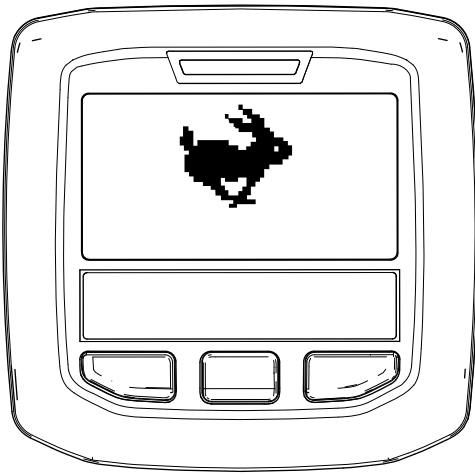

Figure 84
**Remarque:** L'InfoCenter affiche l'icône de TRANSPORT (Figure 84).